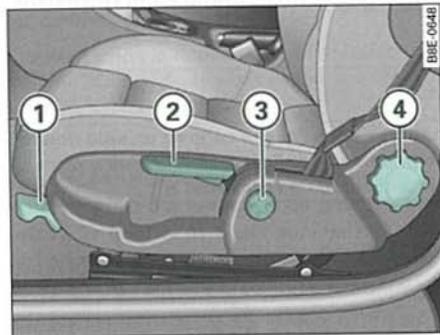

Fig. 87 Mandos en el asiento del conductor
- Levante la palanca ① ⇒ fig. 87 y desplace el asiento hasta la posición deseada.
- Suelte la palanca ① y siga desplazando el asiento hasta que encaje el bloqueo.
- Tire de la palanca ② ⇒ fig. 87 hacia arriba varias veces hasta alcanzar la posición deseada.
- Con la mano, gire la rueda ④ ⇒ *página 92*, fig. 87 para ajustar la inclinación del respaldo.